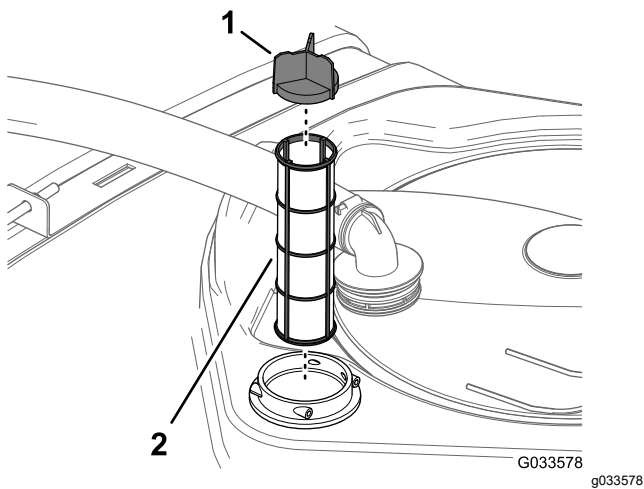

Figure 59
4. Retirez l'ancien filtre d'aspiration de son logement dans la cuve (Figure 59).